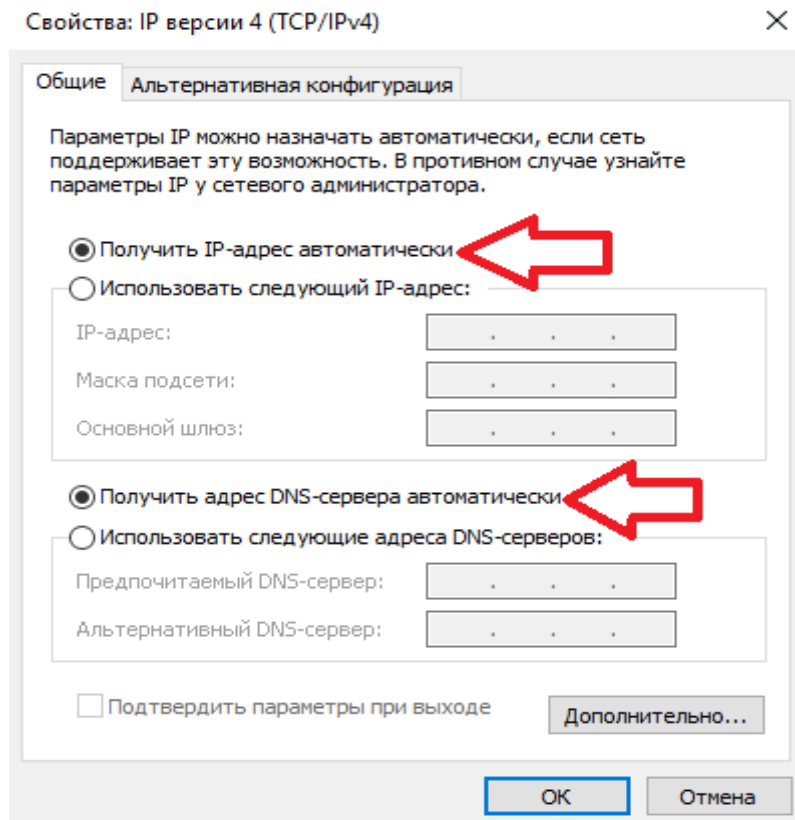

Рисунок 6.1.6 Свойства компонента
- Во вкладке «Общие» включить параметры: «Получить IP-адрес автоматически» и «Получить адрес DNS-сервера автоматически», рисунок 6.1.6.